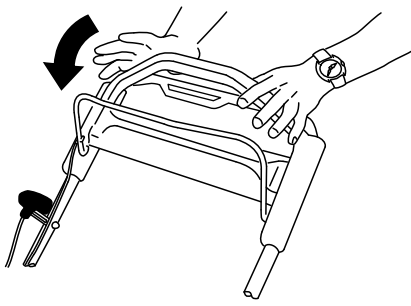

Figuur 21
3. Houd de bedieningsstang van het maaimes tegen de handgreep (Figuur 21).